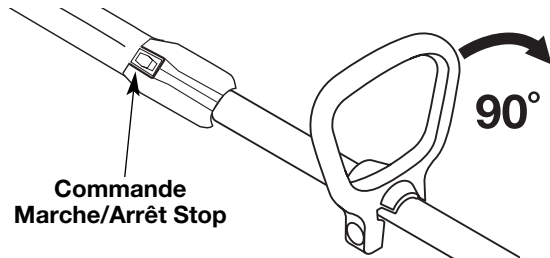

Fig. 12
- b) Faites tourner la poignée en D de 90° vers la droite (la tête de coupe devant vous, le moteur *derrière* vous). Voir Figure 12.